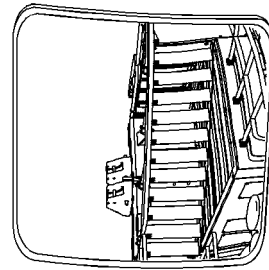

Ilustración 50
Ajuste el espejo frontal (3) de modo que se pueda ver el conjunto de escalera en la parte frontal de la máquina desde el asiento del operador. Vea la ilustración 50.